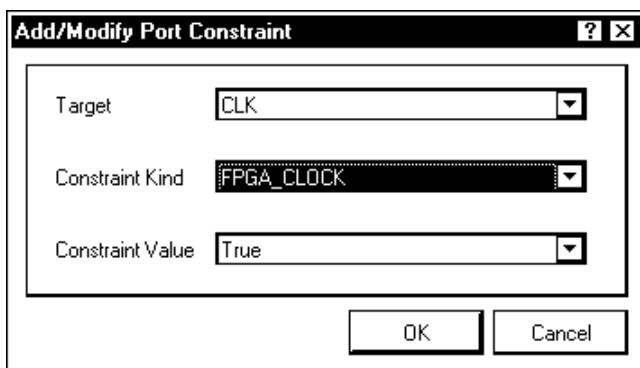

Рис. 7.10. Окно назначения привязок портов
1. Активизировать команду главного меню программы **Design | Add/Modify Constraint** (см. рис. 7.8) и указать подкоманду **Port**. Откроется диалоговое окно редактирования привязок порта (рис. 7.10).
Отметим особенности формата записей в группах привязки портов, выполненных в схеме в "шинном" варианте. Для таких портов в поле **Target** диалогового окна (рис. 7.10) имя порта записывается так же, как в схеме, например 7SEGA[6..0]. В поле **FPGA_PINNUM** указываются через запятую номера всех контактов ПЛИС, на которые поступают сигнальные линии данного порта. Если указывается скорость нарастания сигнала на выводах, то в поле **FPGA_SLEW** так же через запятую значение **Fast** или **Slow** повторяется столько раз, сколько сигнальных линий объединяет "шинный" порт.